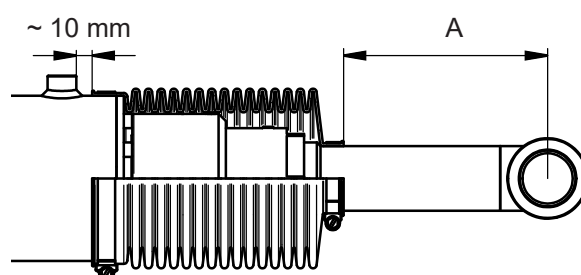

Bild 47. Montering av damasker
11. Montera cylindrarnas damasker, se Bild 47.